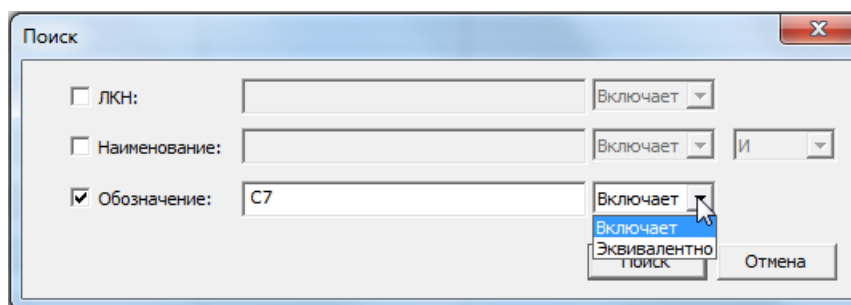

Рис. 10-63 – Окно задания критериев поиска
4) Затем выбрать имеющийся в ревизии Rev.2 компонент K4 и снова нажать кнопку «Использовать только в этой ревизии» (рис. 10-63).